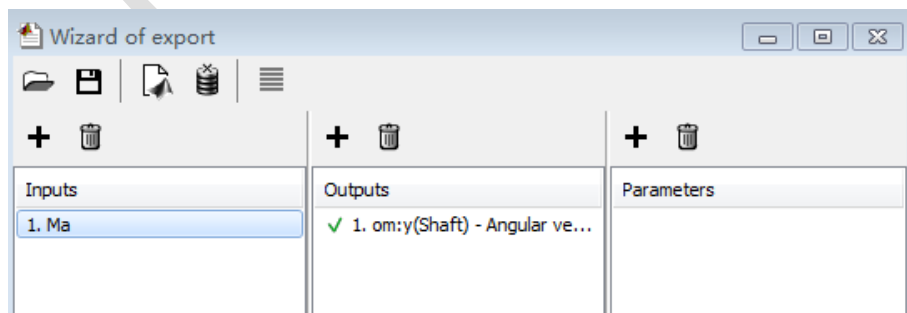

图 4.14
5. 将变量 **om:y(Shaft)** 从变量向导拖入输出向导的 **Output1** 处，作为输出信号，如图 4.14 所示。